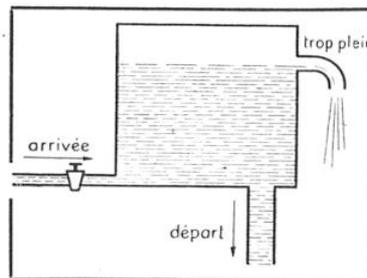

FIG. 1. — SCHEMA D'UN TROP-
a) *La source d'air à pression constante.* — Etant donné que l'on peut disposer d'air comprimé fourni soit par un réseau de distribution, soit par des bouteilles, il s'agit de réduire la pression de cet air à une valeur rigoureusement déterminée au moyen d'un régulateur ; ce dernier, du type à tube plongeur, fonctionne de façon analogue à un réservoir muni d'un *trop-plein* ; on sait comment se présente une telle installation (fig. 1) : de l'eau sous pression arrive à la